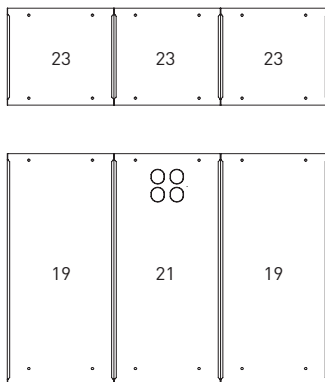
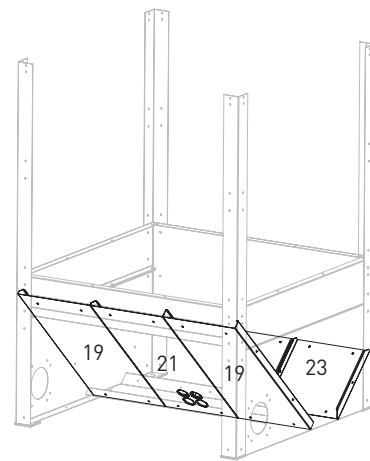

Fig. 10 Schräge, aufgelegt – Ansicht von oben
Fig. 9 Schräge montieren
4 Schräge hinten (23) und 2 Schräge vorne (19), 1 Schräge mit Schlauchdurchführung (21) vorne einlegen – Fig. 9, Fig. 10.